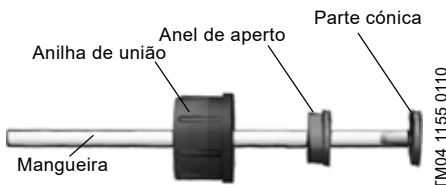

Fig. 8 Ligação hidráulica
2. Pressione a parte cónica totalmente para o interior da mangueria, consulte a fig. 8.